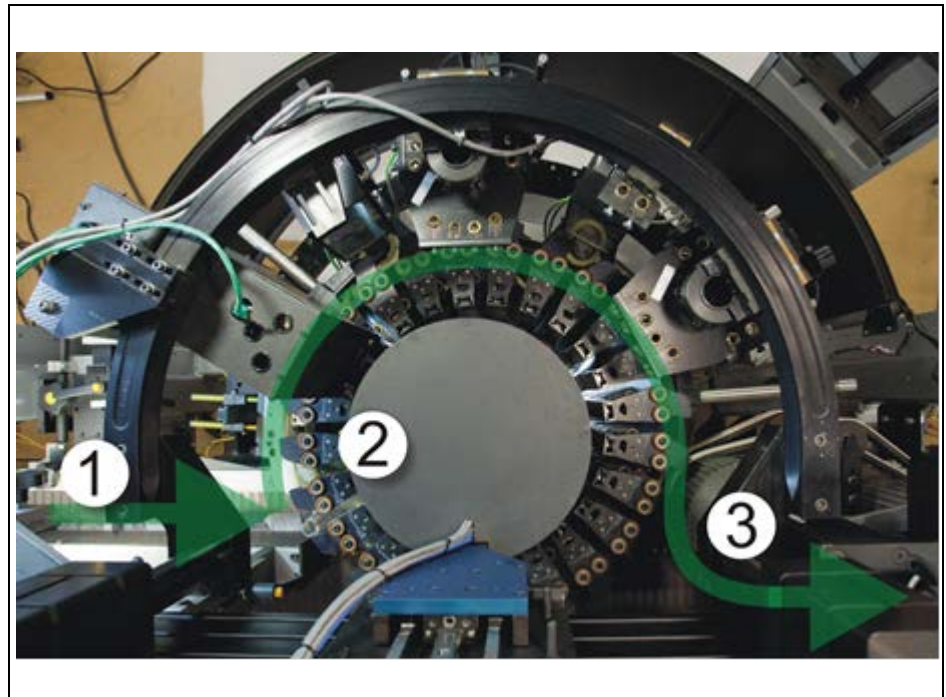

図2: ビン搬送経路(図はバスケット・スタイルのボトル・キャリア)
- 1個のボトル・キャリア・アセンブリ。ボトル・キャリアには、従来スタイルのスターホイール(通常は上下のスターホイール・アセンブリ)とバスケット・スタイル・キャリア(図2)の2種類があります。両方のタイプのボトル・キャリアについて、以下に説明します。どちらのキャリアも、インフィード・スクリューからビンを受け取って検査ステーション間を搬送し、アウトフィード・アセンブリに送ります。